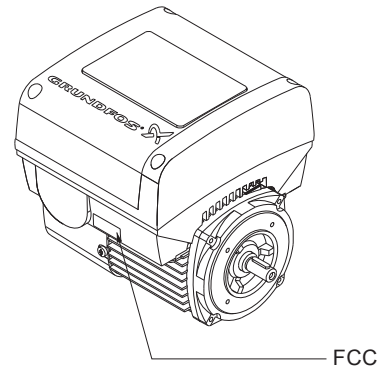

Рис. 63 Положение бирки FCC
- 8. Подключите экран кабеля к заземлению при помощи зажимов (рис. 63, поз. А).
- 11. Если модуль SIM поставляется с биркой FCC, то поместите ее на клеммную коробку. См. рис. 63.